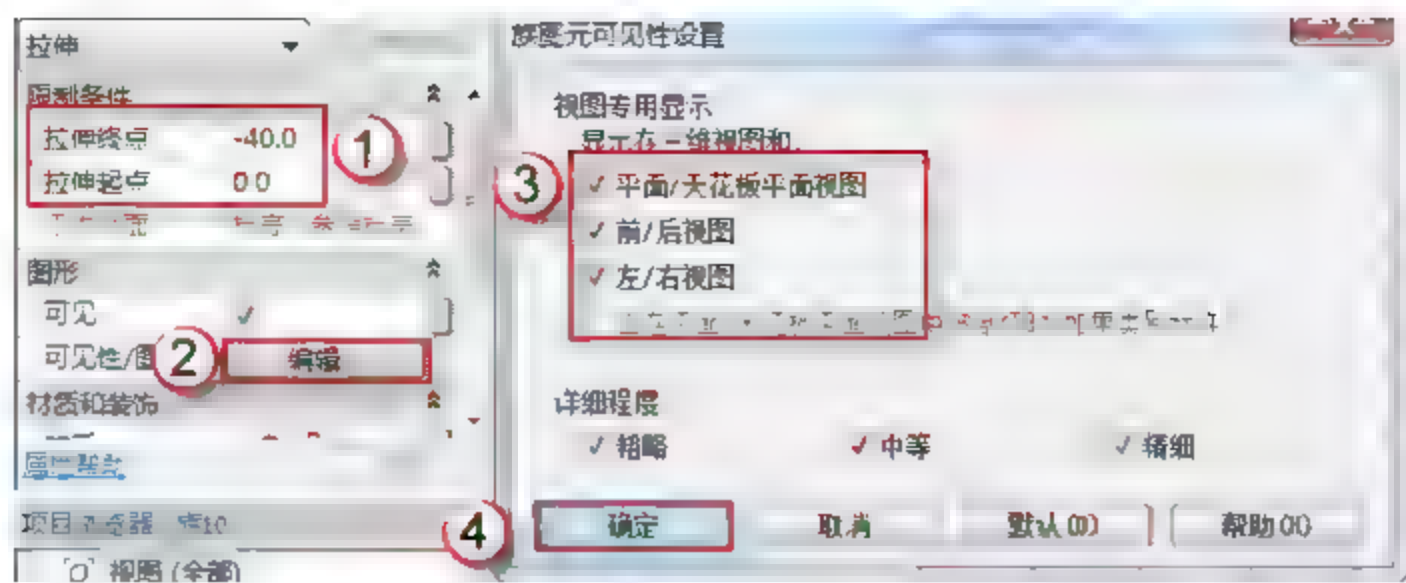

图 12.1.36 编辑窗框可见性
(11) 编辑窗框的可见性。在“属性”面板中，在“限制条件”栏的“拉伸终点”后输入“40”字样，然后单击“编辑”按钮，在弹出的“族图元可见性设置”对话框中，将所有的视图都选上，单击“确定”按钮，如图 12.1.36 所示。